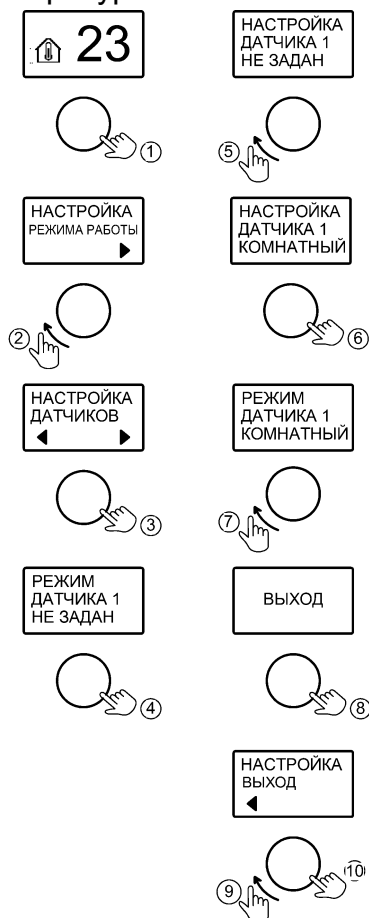

Рисунок 12. Настройка датчиков температуры воздуха
10.5 Вкладка **«ДАТЧИКИ t° ВОЗДУХА»** предназначена для активации предварительно подключенных датчиков температуры воздуха (см. рис.12). Подключение должен выполнять квалифицированный специалист. При выборе роли «КОМНАТНЫЙ» и активации режима «КОМНАТНЫЙ» (см. рис.5) котел будет поддерживать заданное значение температуры воздуха в помещении. При выборе роли «УЛИЧНЫЙ» и активации режима «УЛИЧНЫЙ» (см. рис.6) котел будет поддерживать температуру теплоносителя в зависимости от температуры